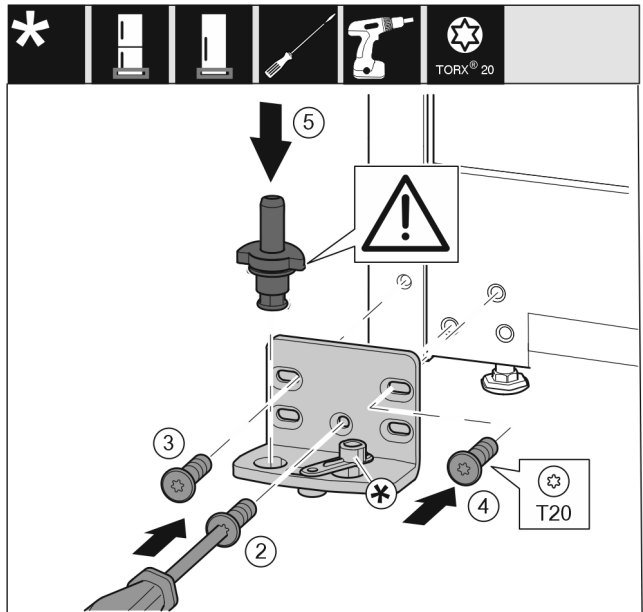

Fig. 31
- Helyezze fel a csapágybakot a másik oldalra, és csavarozza fel csavarhúzóval. Kezdje alul, a középső csavarral Fig. 31 (2).
- Húzza meg a csavart Fig. 31 (3) és a csavart Fig. 31 (4).
- Helyezze be teljesen a csapszeget Fig. 31 (5). Ügyeljen közben arra, hogy a reteszelő bütyök hátrafelé mutasson.